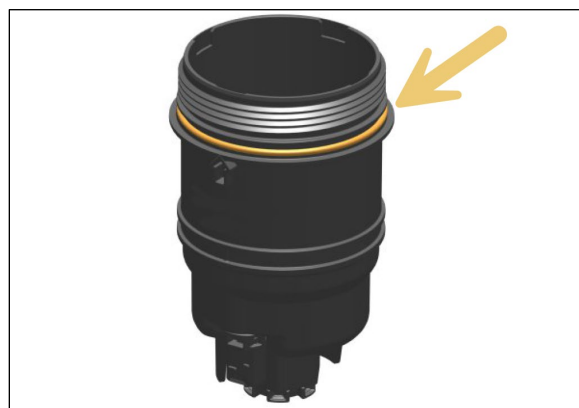

FIGURE 10
9. Installez le nouvel élément filtrant. Positionnez l'élément filtrant de manière que la clé (key) soit alignée avec la rainure (keyway) sur la plaque séparatrice de l'embase (Figure 10). Utilisez la flèche sur le dessus de la plaque d'extrémité (endplate) pour aligner le filtre. Assurez-vous que l'élément filtrant est complètement assis en poussant fermement sur la plaque d'extrémité. Le filtre ne doit pas tourner librement.